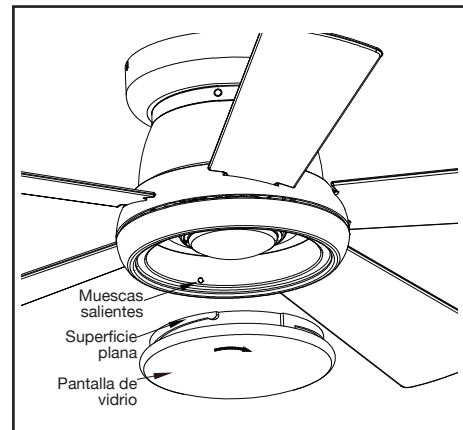

Figura 13
5. Coloca la pantalla de vidrio dentro de la carcasa del kit de luces alineando las tres áreas planas en la parte superior de la pantalla con las tres muescas salientes en la carcasa. Gira la pantalla de vidrio de izquierda a derecha hasta que se detenga. (Figura 13)